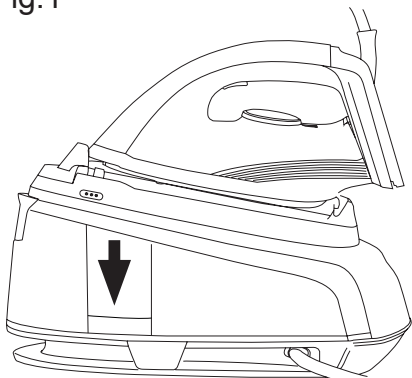

Fig.2
- Llène el depósito de agua hasta el nivel MÁX. y cierre la tapa. Fig.2
- Llenar el depósito respetando el nivel MAX (Fig. 2)